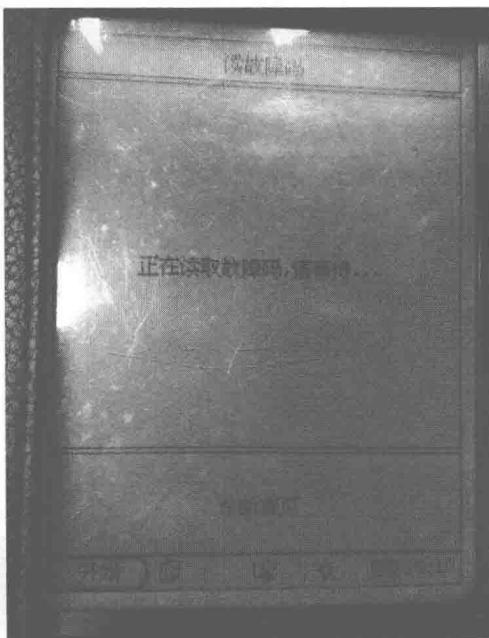

图 1-23 读取故障码
1) 首先启动诊断程序，如进入“马自达动力控制系统”，然后在功能菜单中点击“读取故障码”（图 1-22），X-431 开始读取故障码及故障内容（图 1-23）。